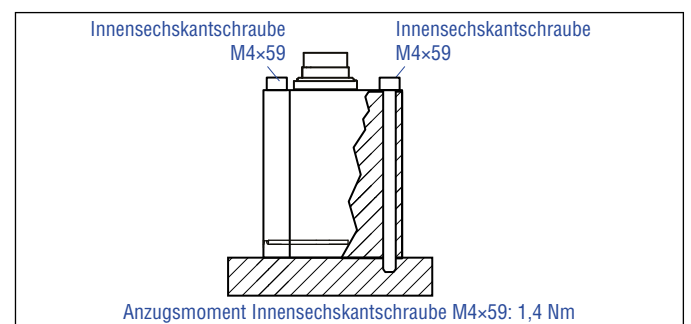

Abb. 21: Befestigung mittels Innensechskant-Schrauben M4×59
3. Montieren Sie das Sensorelektronikgehäuse über die drei Innensechskantschrauben M4×59 aus unmagnetischem Material. Anzugsmoment: 1,4 Nm (Abb. 21). Sichern Sie die Schrauben vor dem Einbau, z.B. mit Loctite 243. Entfernen Sie zuvor die drei Rändelmutter.
2. Montieren Sie das Sensorelektronikgehäuse über drei Innensechskantschrauben M4×59 aus unmagnetischem Material an dem Sensorrohr bzw. am HFP-Profil: Anzugsmoment: 1,4 Nm (Abb. 21). Sichern Sie die Schrauben vor dem Einbau, z.B. mit Loctite 243. Entfernen Sie zuvor die drei Rändelmutter.
- Montieren Sie den Sensor über den Flansch mit den drei Innensechskantschrauben M4×59 aus unmagnetischem Material. Anzugsmoment: 1,4 Nm (Abb. 21). Entfernen Sie vor dem Anschrauben die drei Rändelmuttern.